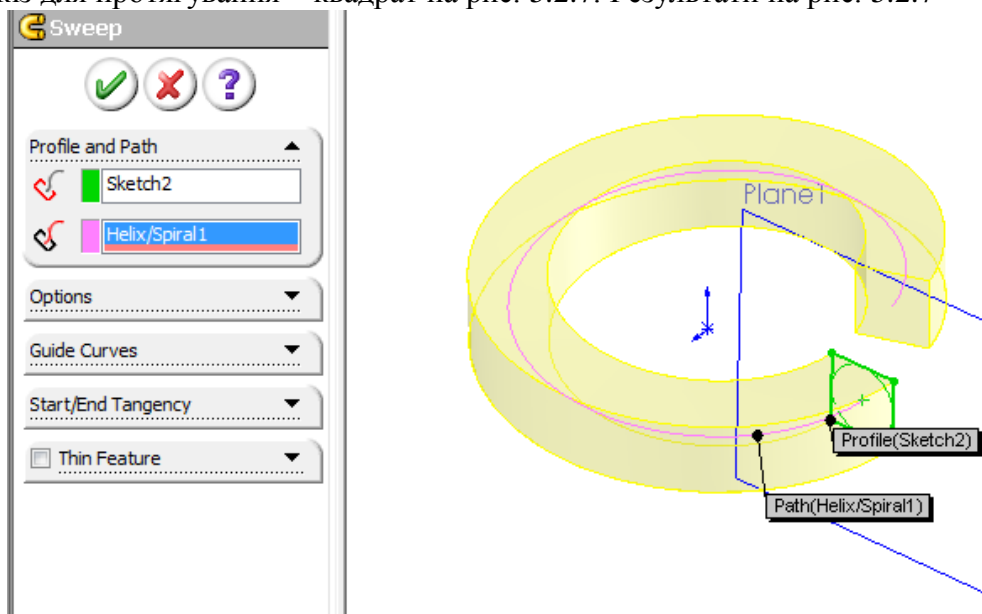

Рис. 5.2.7. Результат виконаної побудови.
6. Запустіть БОБЫШКА ПО ТРАЕКТОРИИ . Як шлях для витягування виберіть спіраль, а ескіз для протягування – квадрат на рис. 5.2.7. Результати на рис. 5.2.7